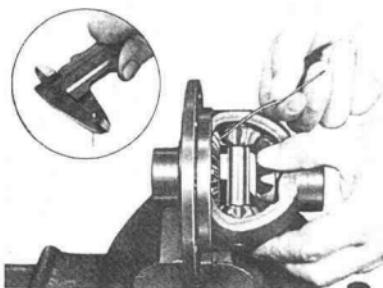
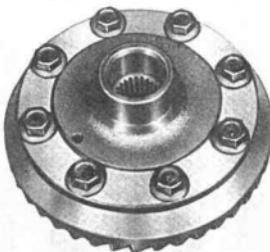

图 13-19
图 13-20
(5) 在装入行星齿轮轴后（注意：行星齿轮轴上销孔应与差速器壳上的销孔对齐），用手拨动半轴齿轮或行星齿轮几圈，应转动灵活、无卡滞现象。否则应重复(3)、(4)、(5)步。
(6) 用熔断丝或铅丝等软金属丝，将其放入半轴齿轮与行星齿轮啮合处，并转动半轴齿轮或行星齿轮，将其压扁，见图 13-19，测出压扁处的厚度应在 0.10~0.20mm 之间（此厚度即为半轴齿轮与行星齿轮的齿侧间隙），若超过范围则将其拆卸后重新选取适当厚度的半轴齿轮调整垫片，重复(3)~(6)步，进行调整直至合格。
(7) 调整合格后，在差速器壳上的定位销孔中打入弹性销定位。
(8) 将从动齿轮安装到差速器壳上，从动齿轮背面与差速器壳相应端面应贴平，不能歪斜。
(9) 在从动齿轮连接螺栓螺纹头部涂上适量的螺纹锁固胶（如乐泰 242 等），旋入从动齿轮螺纹孔中，并用 65~70N·m 的拧紧力矩将其拧紧，见图 13-20。